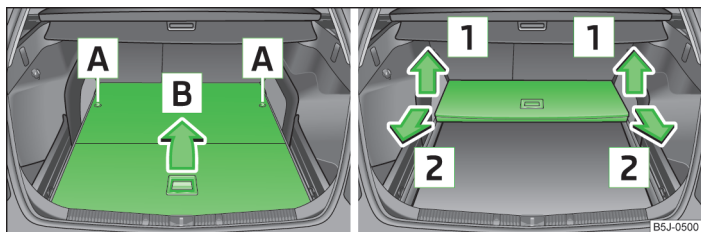

Fig. 51 Plierea/Extragerea suprafeței de încărcare variabile
- Deblocați podeaua variabilă prin rotirea inelului de siguranță **A** înspre stânga, cu aprox. 180° » fig. 51.
- Ridicați podeaua variabilă în sensul săgeții **1** » fig. 51 și extrageți-o prin tragere în sensul săgeții **2**.